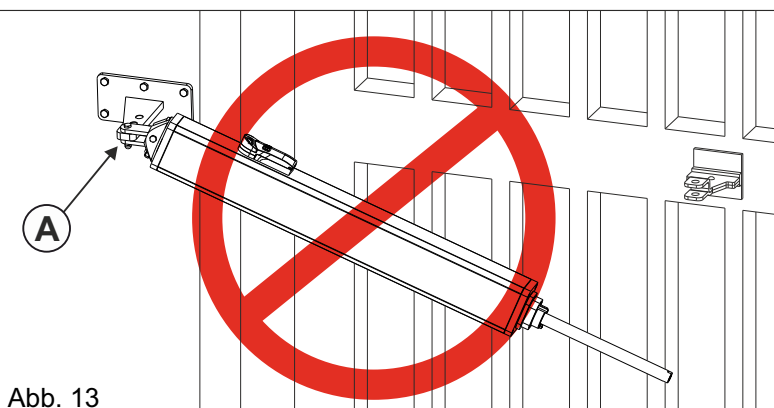

Abb. 13
**Den Antrieb nicht über den erlaubten Winkel der Schwinggabel «A» drücken (Abb. 13)**